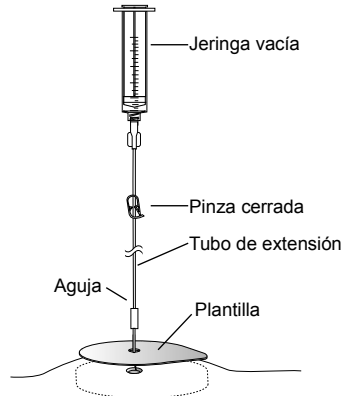

Figura 8. Cierre la pinza e inserte la aguja en el portal de llenado del depósito.
6. Utilizando procedimientos estériles, acople la aguja, el tubo de extensión y la jeringa vacía (Figura 8).
8. Cierre la pinza (Figura 8).
9. Inserte suavemente la aguja de 22 gauges a través del agujero central de la plantilla en el centro del septo del portal de llenado del depósito hasta que la aguja alcance el tope (Figura 8).